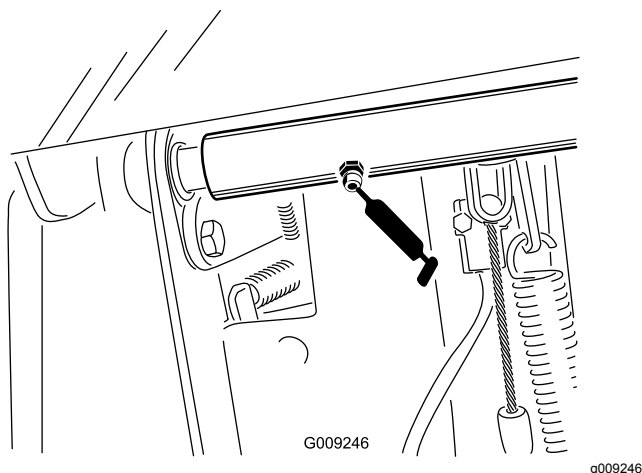

Figure 64
- 2 roulements d'axe de pivot de la pédale de frein (Figure 64)